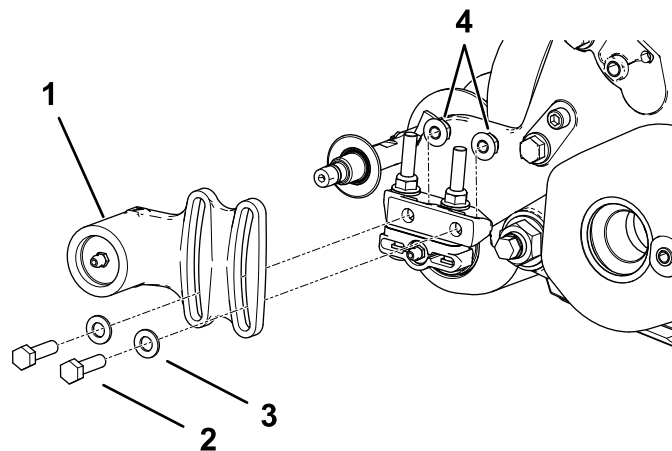
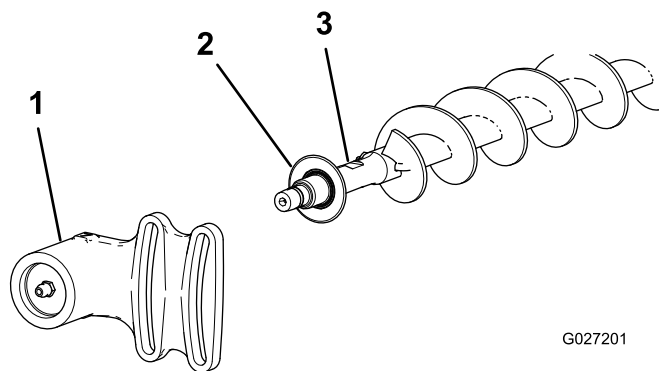

图 18
图 19
1. 如果滚刀组上安装有一个滚筒刷应拆下将非传动轴承座固定到轴承座安装支架 图 18 和 图 19 上的 2 个螺栓、垫圈和螺母。
2. 滑动非传动轴承座和防尘圈从刷轴上取下来 图 19。
9. 把防尘圈和非传动轴承座安装到刷轴上 图 19。